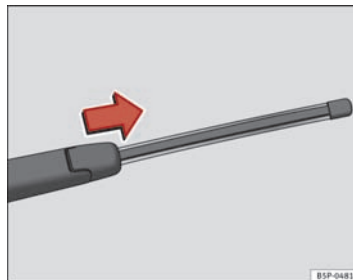

Fig. 131 Sådan tages det bageste viskerblad af.
- Vip viskerarmen væk fra bagruden ⇒ Fig. 131.
- Skub viskerbladsadapteren i pilens retning, og træk viskerbladet af ⇒ Fig. 131.